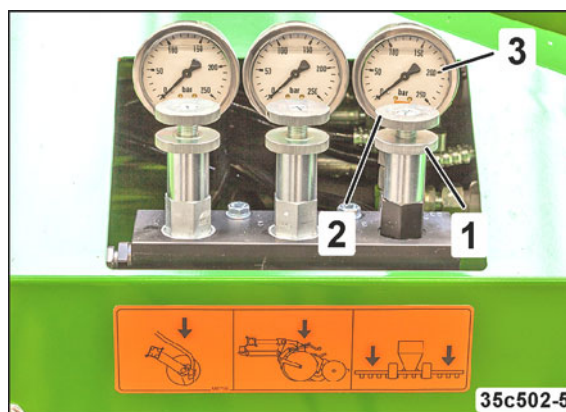

Fig. 178
1. Desserrer le contre-écrou (Fig. 178/1).
2. Régler la pression sur les tronçons en tournant la vis de la soupape (Fig. 178/2).
- Relevez la pression sur le manomètre (Fig. 178/3).
La pression indiquée par le manomètre (Fig. 178/1) varie jusqu'à ce que la turbine (distribution) atteigne un régime constant.